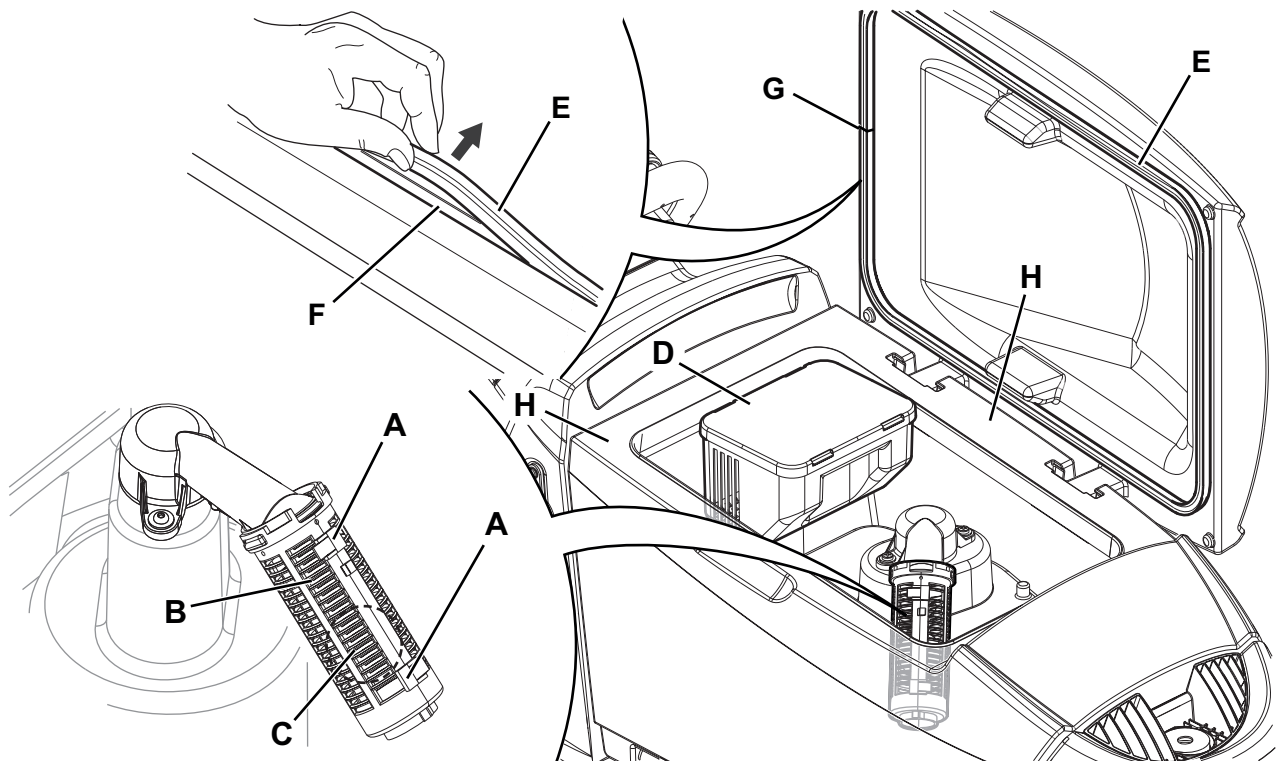

Figure 12
2. S'assurer que la machine est éteinte avec la clé opérateur (41) retirée.
3. Ouvrir le couvercle (34).
4. Vider l'eau du réservoir avec le tuyau de vidange (12).
5. Nettoyer la grille d'aspiration (31), dégager les dispositifs de retenue (A, Fig. 12), ouvrir la grille (B), récupérer le flotteur (C) et nettoyer soigneusement ; enfin reposer en place.
6. Démontez le bac de récupération des débris (D) et ouvrez son couvercle, puis nettoyez soigneusement et ré-installez le tuyau d'aspiration.
7. Contrôler l'intégrité du joint d'étanchéité (E) du couvercle du réservoir.